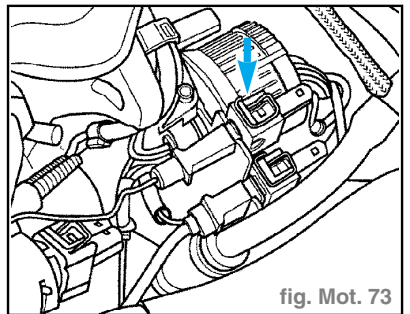

fig. Mot. 73
- Débrancher le connecteur à 2 raccords du transmetteur de levée du pointeau (G80) (flèche) (fig. Mot. 73).